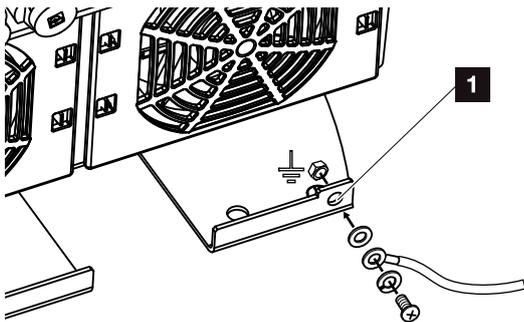

Fig. 23: Connessione PE esterna specifica del paese
10. Nei paesi in cui è prescritta una seconda connessione PE, questa va collegata nel punto contrassegnato sull'involucro (esterno). Fig. 23, pos. 1